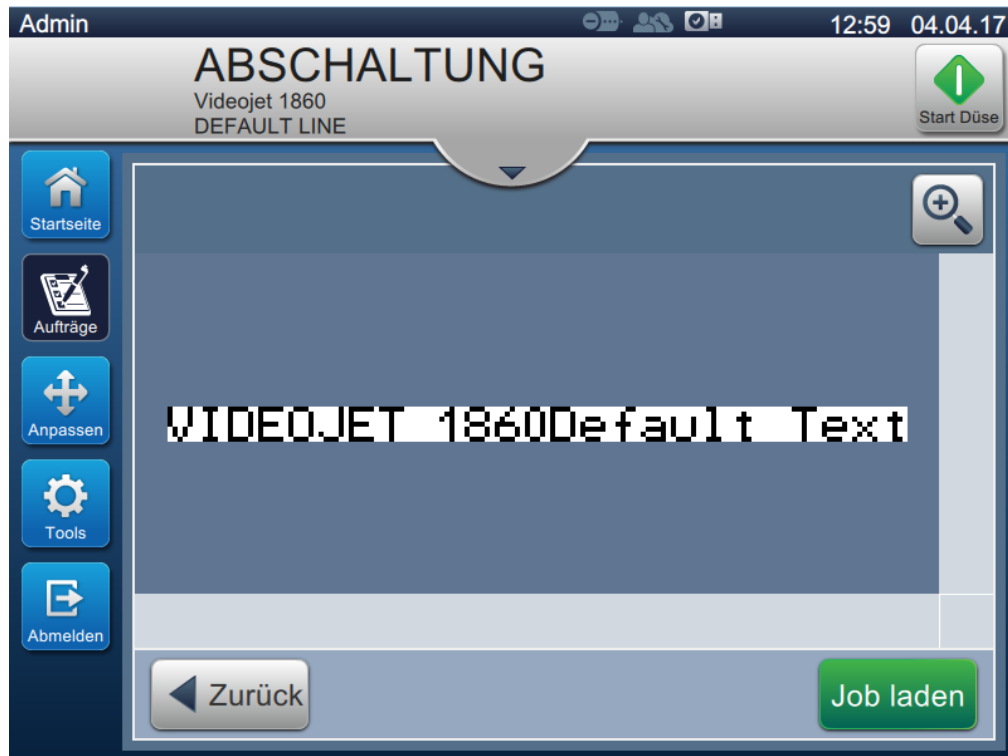

Abbildung 4-4: Auftragsauswahl und Laden
3. Berühren Sie die **Job laden** Schaltfläche, um den Auftrag wie in Abbildung 4-4 dargestellt für den Druck zu laden.